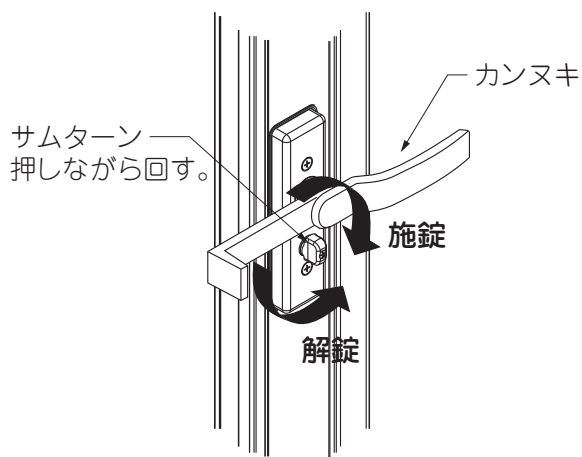

図3-3 サムターンが右側にある場合
- (2) 家側 ※サムターンで施錠・解錠するには、図3-3、4にしたがって操作します。